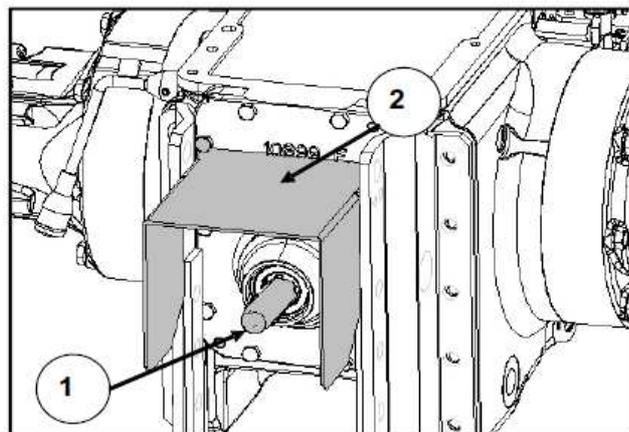

Fig. 4-12
**⚠️ AVISO:** NUNCA trabalhe sem a tampa (1-Fig 4-12) ou sem a proteção da TDF (2-Fig.4-12). Estas peças protegem as pessoas de danos pessoais e as estrias do veio de se danificarem.